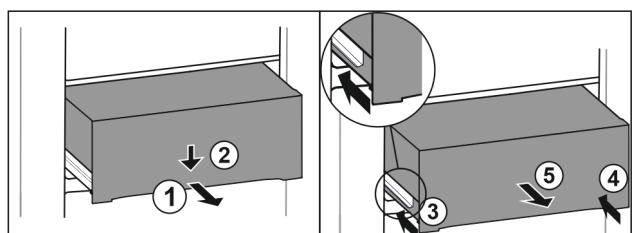

Fig. 144
- Vytiahnite zásuvku do polovice. Fig. 144 (1)
- Zatlačte zásuvku na prednej strane smerom nadol. Fig. 144 (2)
- Zasuňte ľavú koľajničku o cca 2 cm. Fig. 144 (3)
- Zasuňte pravú koľajničku o cca 2 cm. Fig. 144 (4)
- Odoberete zásuvku dopredu. Fig. 144 (5)